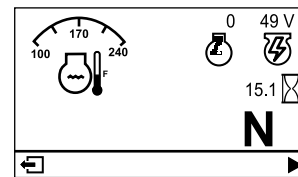

Figura 18
- **Pantalla principal de información (Figura 18):** muestra información actual de la máquina con la llave en la posición de CONECTADO.